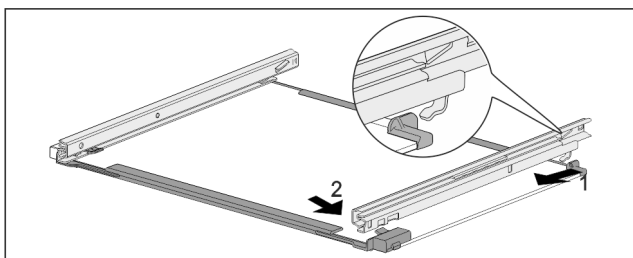

Fig. 175 Glasplatte mit Schienen
- ▶ Schiene hinten einhaken. Fig. 175 (1)
- ▶ Schiene vorne einrasten. Fig. 175 (2)